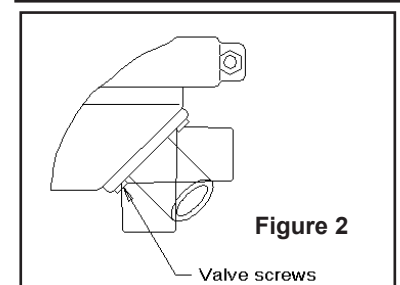

Figure 2
**Inlet/Outlet Options:** There are 4 possible hose directions for both inlet and outlet. These can be combined to give 16 port orientations (see Fig 2).
**Options Entrée/Sortie:** Il y a 4 directions de tuyau possible sur les raccords d'entrée et de sortie. Cela peut être combiné afin de donner 16 orientations différentes de débit (voir Fig. 2).
2. L'épaisseur minimum du pont est de 5 mm. Le pont peut être épaissi en utilisant une plaque de support placée à l'arrière du pont de 15 mm. Positions des raccords Entrée/Sortie (voir Fig. 2)